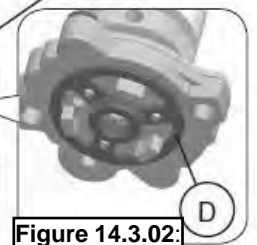

Figure 14.3.02:
3. Vérifiez que le joint en caoutchouc (D) fixé au régulateur de pression (E), est bien placé, voir **Figure 14.3.02**, sinon installez le joint tel que montré à la **Figure 14.3.02**.